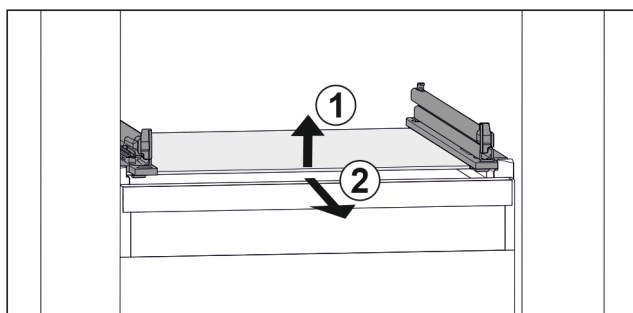

Fig. 38 Примерное отображение стеклнной пластины
- ▶ Приподнимите стеклнную пластину спереди. Fig. 38 (1)
- ▶ Извлеките стеклнную пластину движением вперед. Fig. 38 (2)